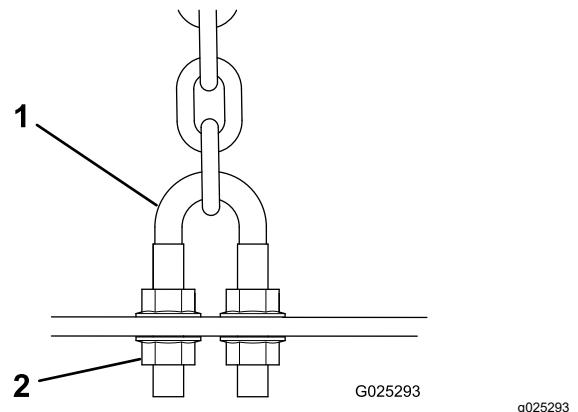
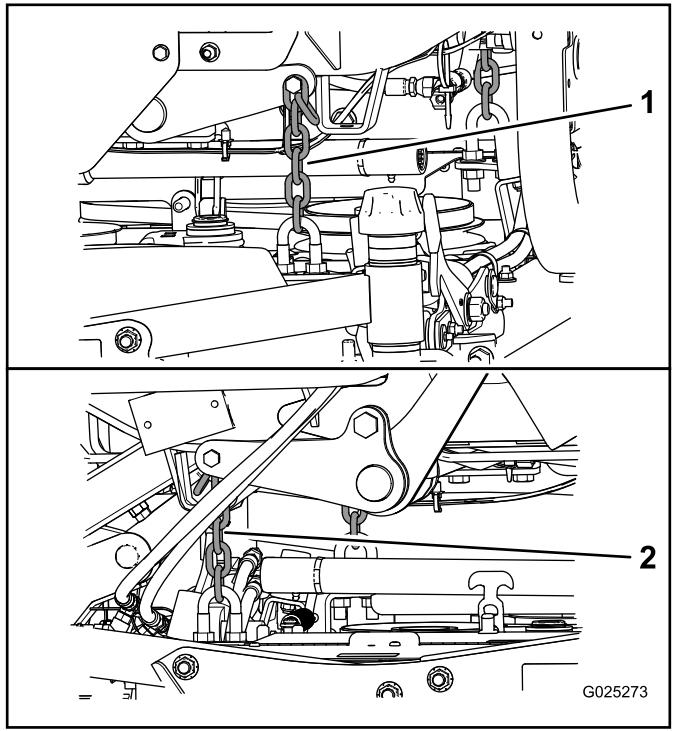

Figure 10
Figure 11
- Ajustez les écrous de blocage des étriers filetés (Figure 10) qui fixent les chaînes de plateau arrière (Figure 11) au plateau pour éléver l'arrière du plateau de coupe de sorte à obtenir une inclinaison de la lame de 8 à 11 mm.